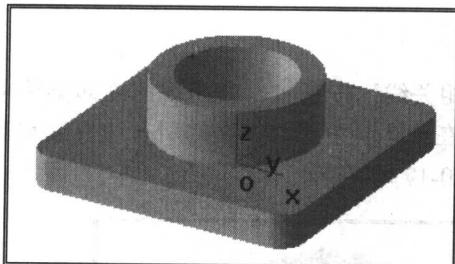

图 0-12 生成凸台特征
③ 单击工具栏中的“拉伸增料”按钮 \square ，系统弹出“拉伸”对话框，拾取“草图 1”作为拉伸对象，单击“深度”输入框右侧的向上箭头按钮，调整拉伸深度为 25，单击确定按钮，生成拉伸实体特征。生成后的实体造型如图 0-12 所示。